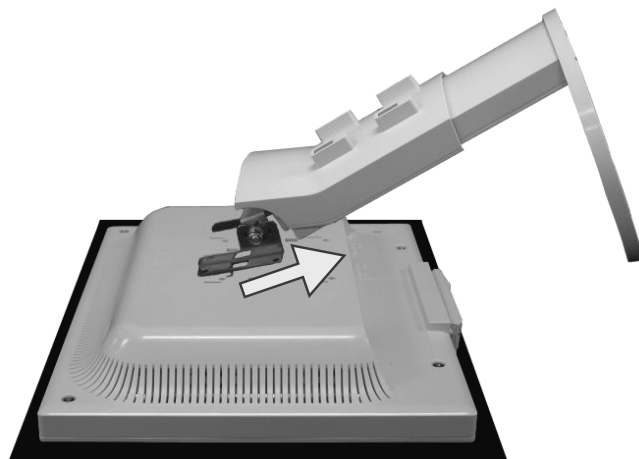

Figura S.5
7. Sollevare il supporto per sganciare i ganci inferiori e rimuovere il supporto (**figura S.5**). Il monitor, ora, è pronto per un diverso montaggio.